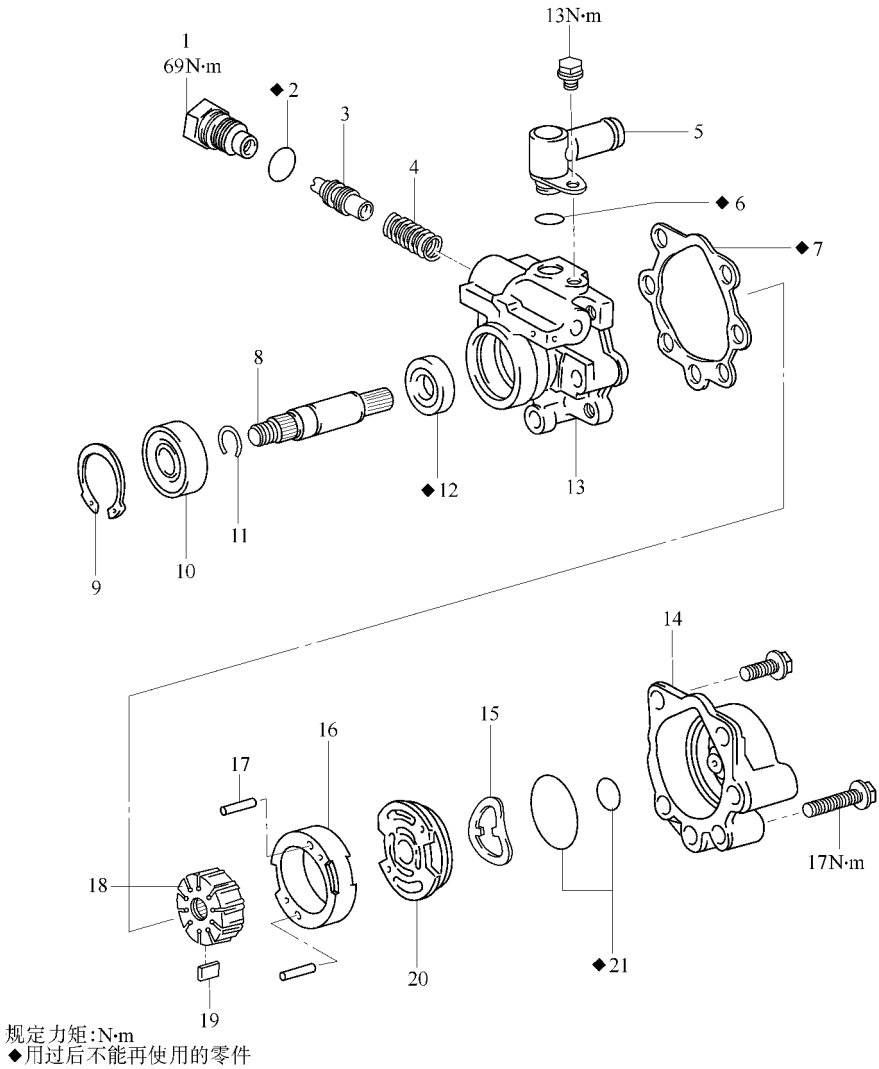

图 16-6 动力转向泵零件分解图
(1) 动力转向泵。动力转向泵又称叶轮泵，其结构主要由泵轴、转子、叶片、凸轮圈、后板、前壳体、后壳体和流量控制阀等组成，如图 16-6 所示。其中凸轮圈、转子、叶片和流量控制阀等都是高精度的零部件，是产生和控制最大液压的主要部件，必须精心处理。在流量控制阀中有一个安全阀，是控制泵的最大压力，如果它过低，就无法产生足够的动力转向辅助力，如果它过高，就会在压力软管、油封等部件上产生反作用力，所以不要分解和调整安全阀。当更换流量控制阀时，必须使用相同标记的控制阀。